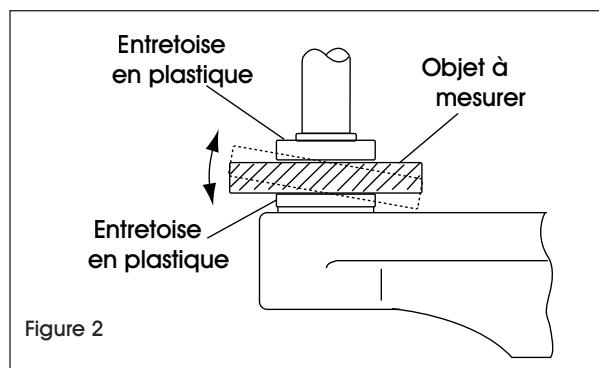

Figure 2
- Cet instrument peut avoir de la difficulté à tenir correctement en position des objets volumineux afin qu'ils soient mesurés. (Voir Figure 2)
**REMARQUE :** Des entretoises en plastique ont été insérées dans l'unité coulissante à levier. (Voir Figure 2) Elles sont utilisées pour aider au bon fonctionnement du levier. Ne retirez jamais les entretoises.